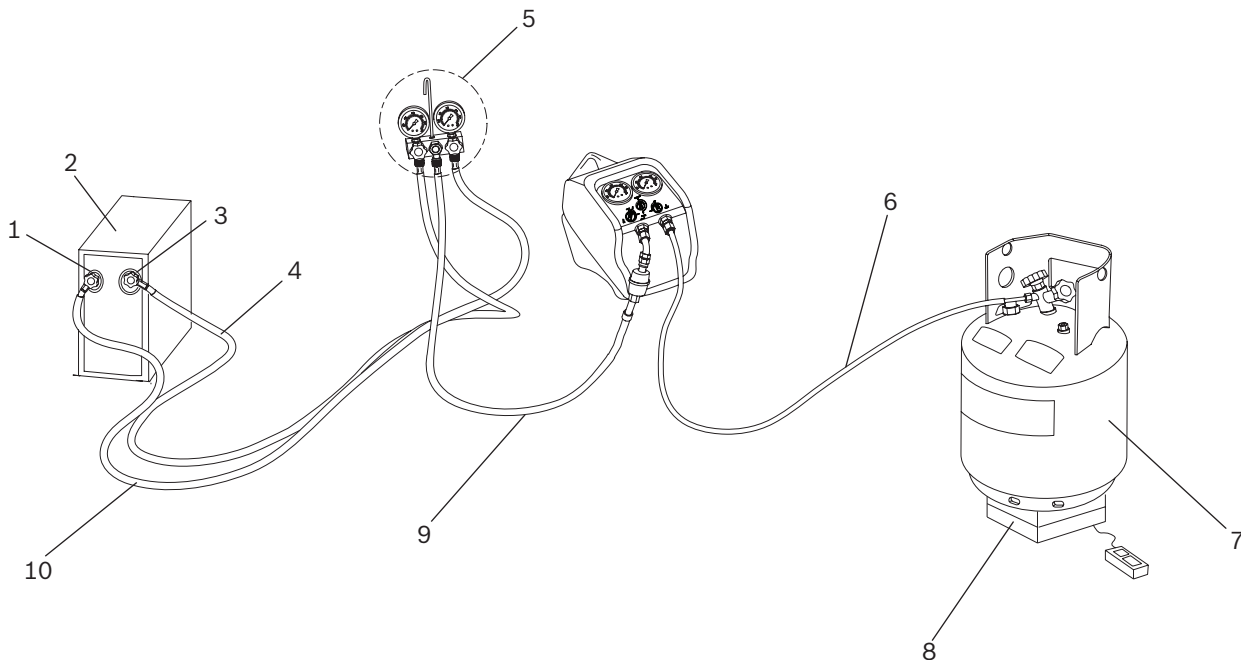

Abb. 3: Normale Absaugung
4. RG8.0 / RG4.0 an die zu wartende Anlage anschließen (gemäß Abb. 3). Die nachstehend angegebene Reihenfolge einhalten. Nur die vorgesehenen, den örtlichen Vorschriften entsprechenden Kältemittelschläuche verwenden. Es wird dringend empfohlen, Schlauchleitungen mit manuellem Absperrventil an einem Ende zu verwenden; diese Anleitung wurde für derartige Schlauchleitungen erstellt.